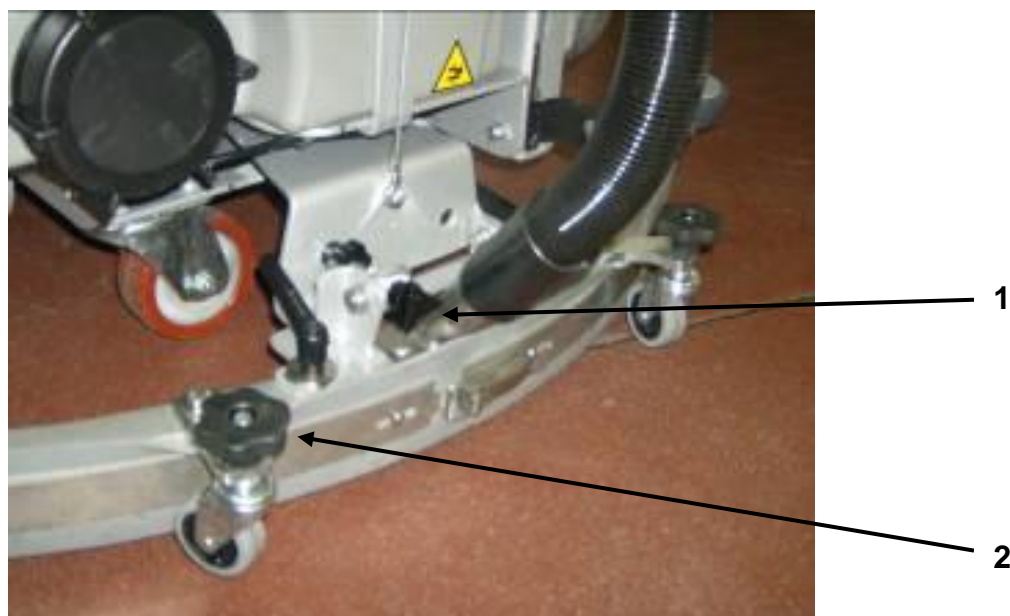

FIGURE 4.9
- pour régler l'inclinaison de la raclette squeegee, intervenir sur les deux pommeaux prévus à cet effet (détail 1, figure 4.9) ; la juste pression est atteinte quand l'arête de la raclette touche le sol à une inclinaison de 45° - 60° par rapport au sol ;
- il est possible de régler la hauteur des deux roues pivotantes de soutien du support squeegee, en vissant ou en dévissant les deux pommeaux (détail 2, figure 4.9).